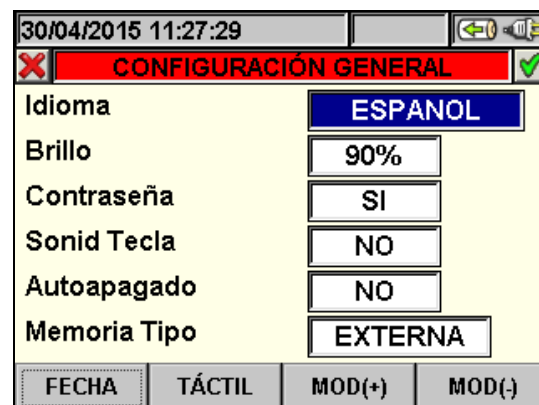

Fig. 9: Pantalla Configuración General
1. Pulse la tecla **F1** (o bien la función **FECHA** en el visualizador) en la pantalla mostrada en Fig. 9. El instrumento presenta la pantalla siguiente: